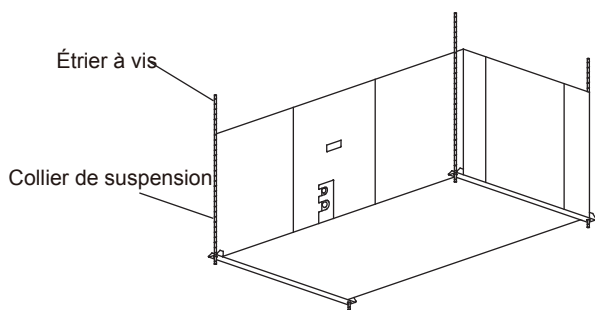

Fig.5.17
1. Suspendre l'appareil comme indiqué à la Fig 5.17.